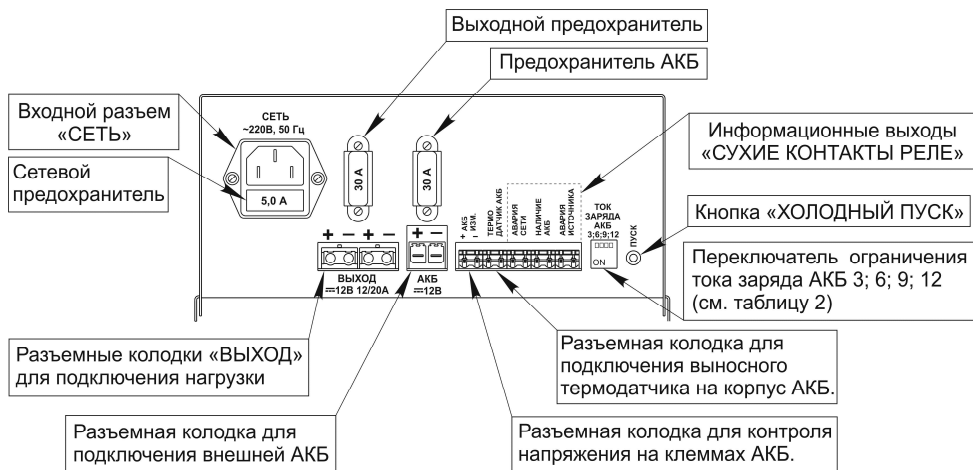

Рисунок 2 – Задняя панель изделия
На задней панели расположены (см. рисунок 2):
Изделие обеспечивает ограничение тока заряда АКБ. Выбор одного из 4-х значений ограничения тока заряда АКБ осуществляется переключателем (см. рисунок 2) Изменение выбранного значения ограничения тока заряда АКБ следует выполнять в следующей последовательности:
Выполните подключение внешних цепей к изделию в соответствии с назначением клемм подключения (см. рисунок 2) в следующей последовательности:
- проверьте правильность произведенного монтажа в соответствии с назначением клемм подключения (см. рисунок 2);